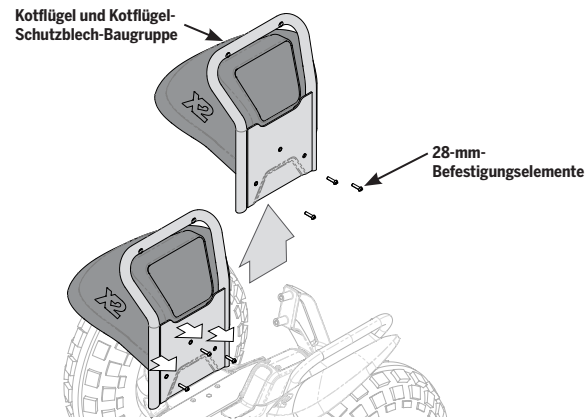

Abbildung 72: Entfernen/Montieren der x2 SE Kotflügel/Kotflügel-Schutzblech-Baugruppe
2. Lösen Sie die drei 28-mm-Befestigungselemente mithilfe eines 4-mm-Innensechskantschlüssels (siehe **Abbildung 72**).